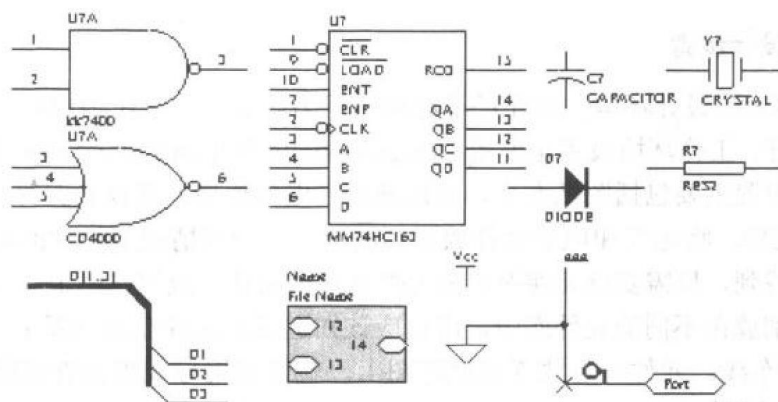

图1.1 部分电气对象
(1) 总线(Bus):一组相关的信号线,在原理图上用较粗的线表示。
(2) 总线分支 (Bus Entry):总线与导线的连接线。
(3) 元件(Part):电阻、电容、集成电路等。
- (4) 连接点 (Junction): 线路相连的交叉点。
- (5) 导线 (wire): 连接元件管脚的连线。
- (6) 电源地线端子: 电源和地线的符号。
- (7) 网络标号(Netlabel): 导线或总线上的标识文字, 该文字放在哪根导线上就表示哪根导线。
- (8) 端口 (Port): 电路图与其它电路图或图纸符号之间的连接接口。
- (9) 图纸符号: 将电路图表示成一个方框符号, 则该符号称为图纸符号。
- (10) 图纸符号中的端口: 图纸符号中代表电路输入输出的接口。
- 部分电气对象见图 1.1。